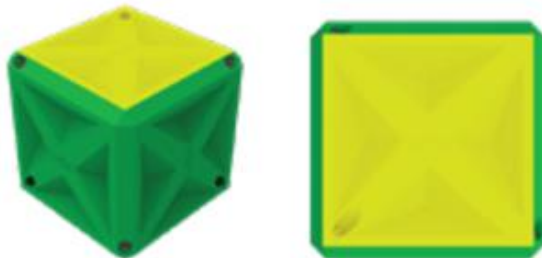

图8 黄色加亮表示的顶面
**顶面**—方块上离灰色发泡拼接块最远的一侧，与拼接块大致平行，见图8。方块侧面内凹被认为是其顶面的一部分，而倒角边则不是。